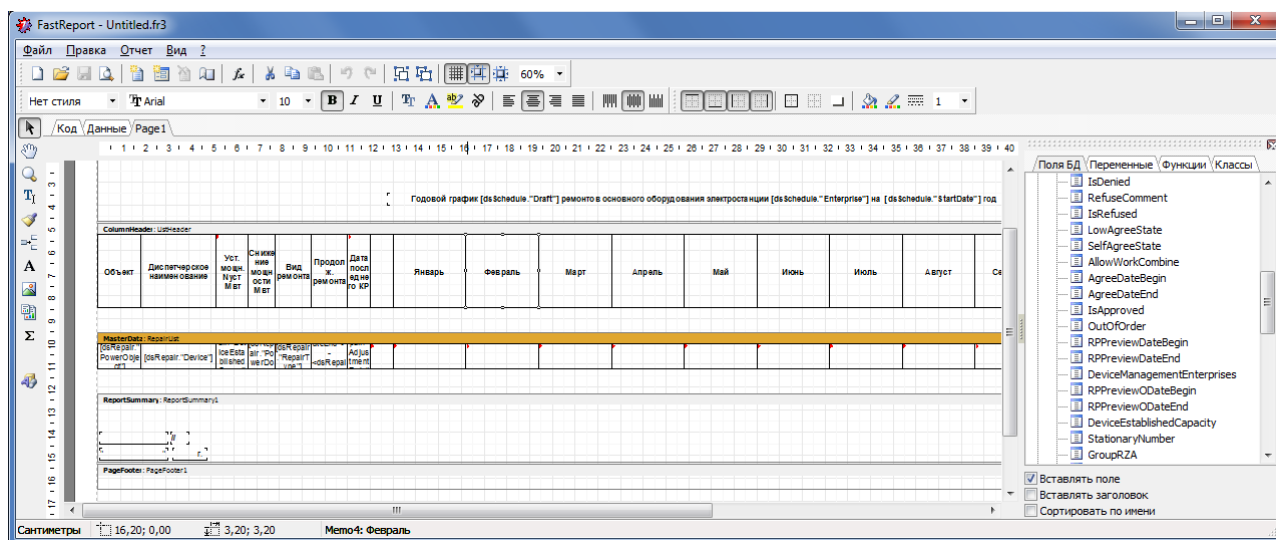

Рисунок 9.21 – Форма редактирования шаблона отчетов
- 3) В открывшейся форме редактирования шаблона отчетов (Рисунок 9.21) отредактировать шаблон (описание наборов данных и правила редактирования шаблонов отчетов описаны в документе «Руководство разработчика. Отчетные формы»).